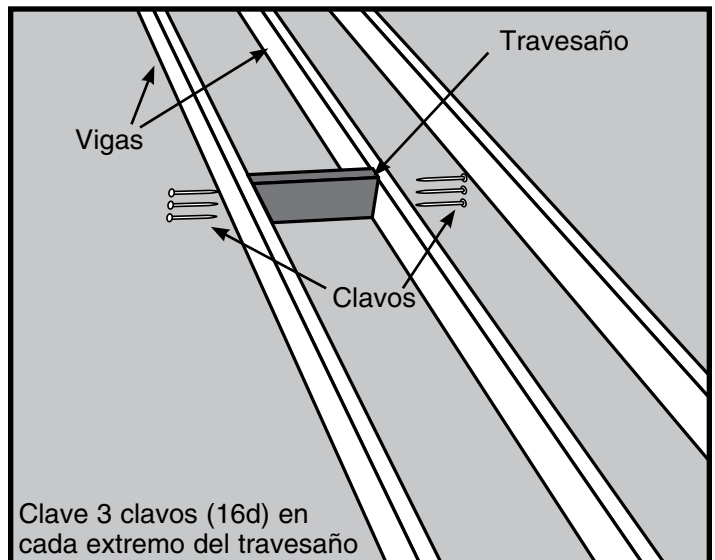

Figura 12
PASO 3. Coloque uno de estos travesaños en un extremo de su ubicación elegida (Vea la Figura 12). El travesaño debe encajar ajustadamente entre las vigas. Martille para colocarlo en su posición si es necesario; si el travesaño tiene 1.6mm de más, recórtelo. Si tiene 1.6mm de menos, corte otra pieza.
PASO 4. Coloque en ángulo recto el travesaño en una viga y clave 3 clavos (16d) a través de la viga y dentro del travesaño. Revise en cuanto a ángulo recto y clave 3 clavos (16d) a través de la otra viga y dentro del travesaño (Vea la Figura 12). Es muy importante que la tabla de travesaño esté en ángulo recto verticalmente y también en ángulo recto horizontalmente con respecto a las vigas laterales.